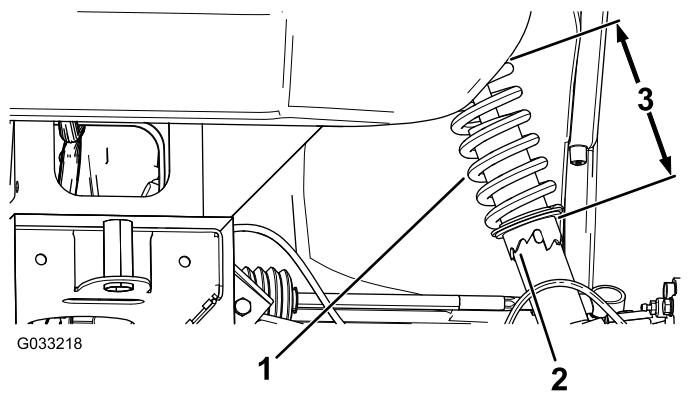

Рисунок 56
- Если развал не отрегулирован, используйте ключ, чтобы повернуть кольцо на амортизаторе для выравнивания колеса (Рисунок 56).